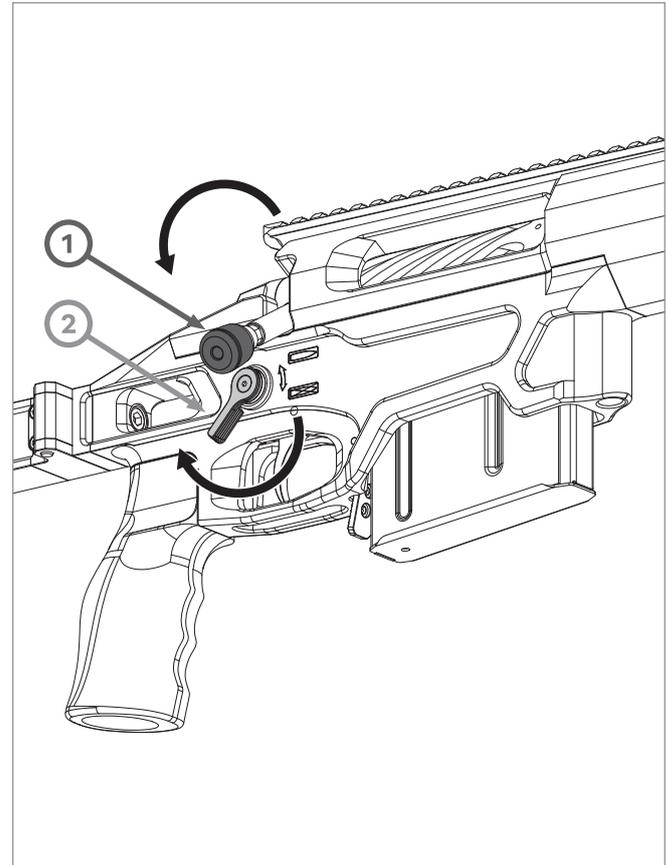

РИС.26
- ▲ Переместите затвор в крайнее переднее положение и опустите рукоятку затвора (поз.1) вниз до упора (показано стрелкой на РИС.26). Винтовка заряжена!
- ▲ Поверните рычаг предохранителя (поз.2, РИС.26) по стрелке в направлении изображения  до упора (поворот на 45 градусов).